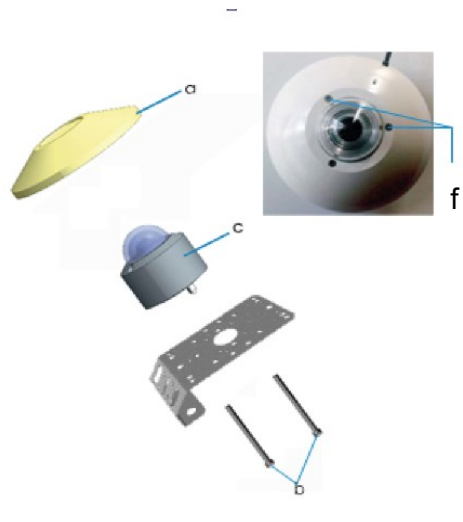

Fig. 36 Pirómetro instalado sobre placa de montaje con tornillos ("b"), insertado desde abajo
Para instalar un pirómetro, vea la fig. 36 en la pág. 41 y siga los pasos descritos a continuación:
1. Si fuera necesario, afloje los cuatro tornillos ("f" en la fig. 36 en la p. 41).
3. Coloque el pirómetro ("c" en la fig. 36) en su posición sobre la placa de montaje, ya sea en horizontal o en el plano del conjunto.